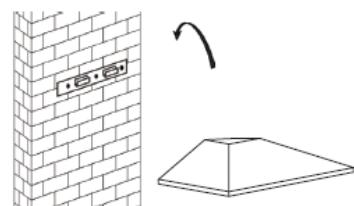

Fig. 2
5. Appendere la cappa da cucina al supporto a parete (v. Fig. 2).